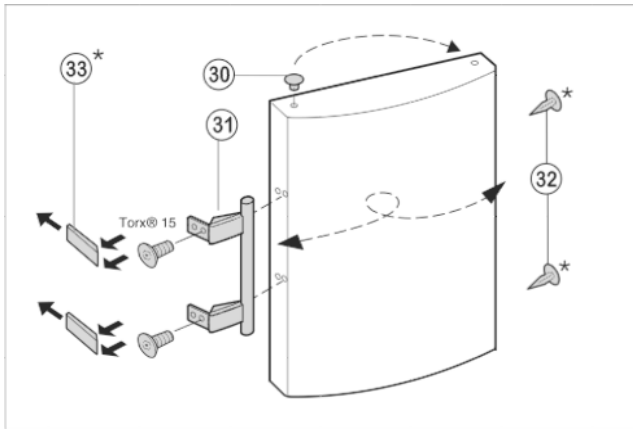

Fig. 7
- ▶ Stop Fig. 7 (30) uit de deurlagerbus heffen en omzetten.
- ▶ Deurgreep Fig. 7 (31), stop Fig. 7 (32) en drukplaat Fig. 7 (33) demonteren en terugplaatsen op de andere zijde.